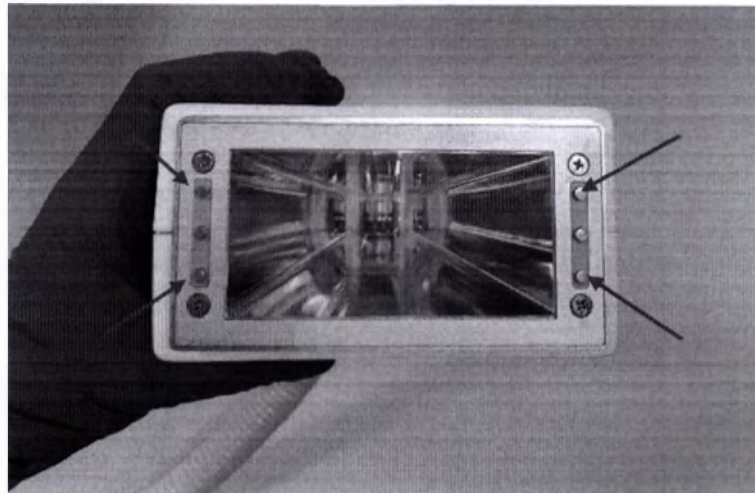

Рис.8.19 – Датчик контакта с кожей пациента
8.8.2. Для проверки необходимо нанести гель на датчик контакта с кожей пациента на рабочем окне манипулы (указано красной стрелкой на рис.8.19).